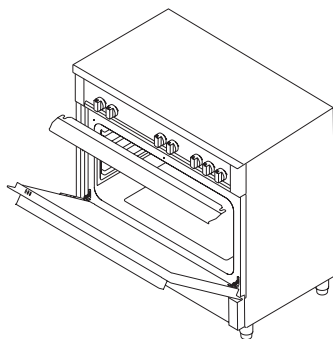

Figura 27
3. Colocar o painel de segurança sob o painel de controle abrindo o vidro da tampa frontal do forno. (figura 27)